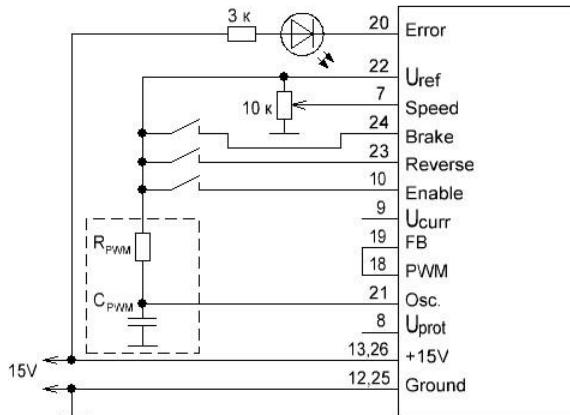
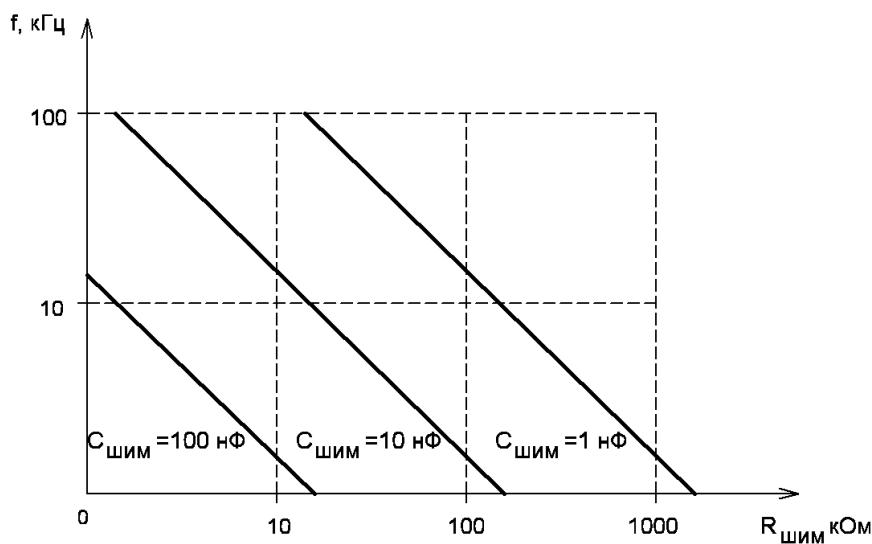

Figure 5.1 – Connection circuit of control circuits DCM «A» and «D»
Рисунок 5.9 – Зависимость частоты ШИМ от номиналов  $R_{\text{шим}}$  и  $C_{\text{шим}}$
Depending on the module control type is recommended the following connection circuits (Fig. 5.1 – 5.4).
**«ШИМ» и «ОС».** Входы стабилизации скорости вращения вала двигателя. Выводы задействованы только для вариантов управления «Г», «Д», «Е»; для вариантов управления «А», «Б» и «В» обратная связь настройке не подлежит. Если обратная связь не требуется, то данные выводы следует соединить (рис.5.1 - 5.4). Вариант использования модуля в режиме закрытой петли обратной связи показан на рисунке 5.8. Здесь импульсный сигнал, пропорциональный уровню скорости (сигнал тахометра), может быть получен с любого датчика (оптического, Холла и т.п.) с уровнем сигнала (0...6,5) В.
**«Осц.».** Вход, предназначенный для подключения времязадающей цепочки для внутреннего ШИМ-генератора. Рекомендуемая схема подключения данного входа представлена на рис.5.1 – 5.4. Частота, задаваемая внешней RC-цепочкой, должна лежать в пределах 15...50 кГц. Зависимость частоты от номиналов резистора и конденсатора представлена на рис.5.9.